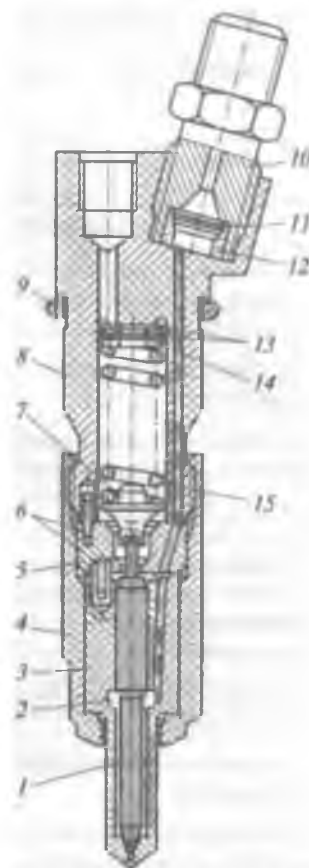

Рис. 1.21. Форсунка двигателя КамАЗ-740:
6. Изучить форсунку двигателя КамАЗ-740 (см. рис. 1.21).